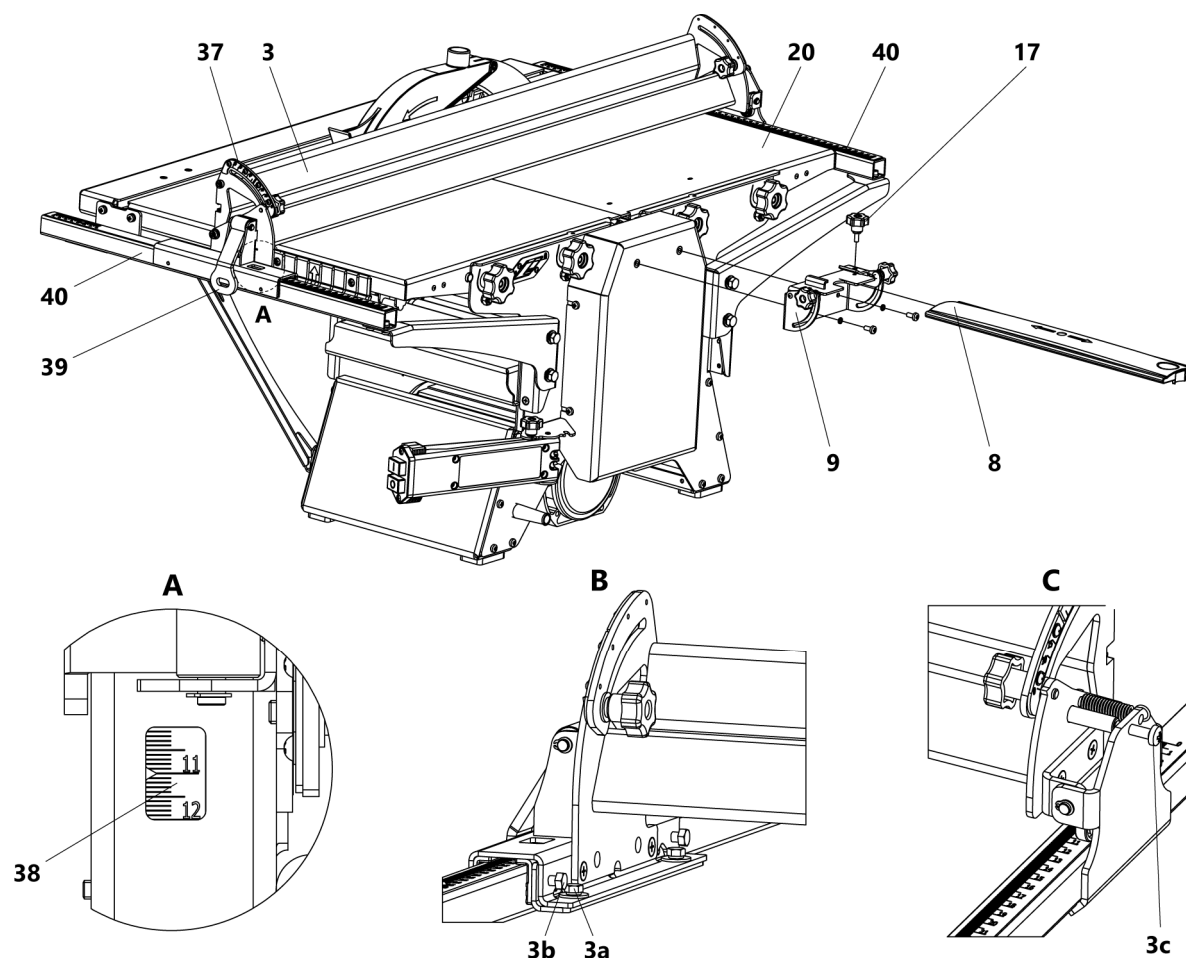

Рисунок 6. Установка упора
При фуговании нужно перемещать заготовку по загрузочному столу, прижимая к упору 3 (рис. 6). При этом необходимо держать пальцы сомкнутыми и удерживать заготовку сверху ладонями обеих рук. Правильное положение рук – это когда одна рука находится на верхней пласти заготовки над приемным столом, вторая рука – на верхней пласти заготовки над загрузочным столом.
- закрепить кронштейн ограждения ножевого вала 9 с помощью винтов и шайб из комплекта станка (рис. 6);
Запрещается переноска и установка станка за строгальные столы. Подъем и перенос станка осуществляется за направляющие 40 (рис. 6).